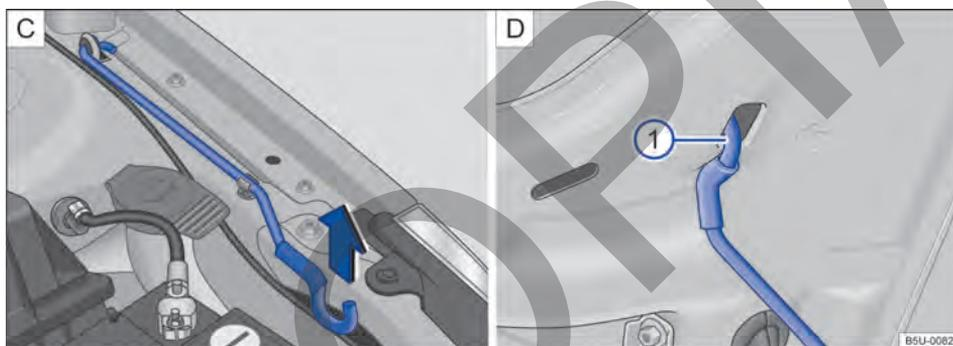

Fig. 194 C) Varilla de sujeción de la tapa del compartimento del motor. D) Tapa del compartimento del motor apoyada en la varilla de sujeción.
- Retirar la varilla de sujeción del soporte en el sentido de la flecha → fig. 194 C) y colocarla en la abertura de la tapa del compartimento del motor → fig. 194 ① D).
- Retirar la varilla de sujeción del orificio → fig. 194 ① D) y encajarla en el soporte del cierre → fig. 194 C).